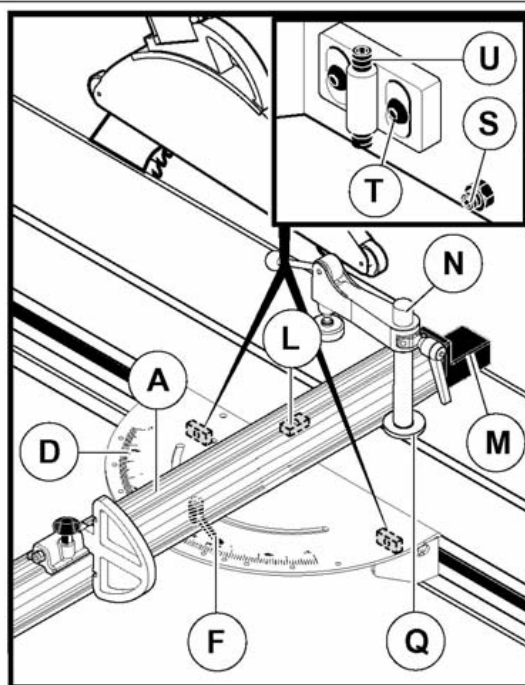

Abb. 4.3-30-1
- 1) Die Säule (N Abb. 4.3-30-1) mit dem Andrücker (E Abb. 4.3-30-1) in die Rille des Schlittenwagens (C Abb. 4.3-30-1) einsetzen.
- 2) Schienengruppe (A Abb. 4.3-30-1) durch Einsetzen der Stelleiste (R Abb. 4.3-30-1) in die Rille des Waggons (C Abb. 4.3-30-1) montieren.
- 3) Die Hebel (G Abb. 4.3-30-1) festziehen.
- 4) Henkel (F Abb. 4.3-30-1) lösen.
- 5) Zeilengruppe im richtigen Abstand vom Sägeblatt positionieren; in 90°-Stellung die Zeilengruppe gegen die Führungsleiste (L Abb. 4.3-30-1) zum Anschlag bringen; die Führungsleiste (L Abb. 4.3-30-1) wurde von unseren Technikern ausgerichtet und dient zum schnellen Positionieren der Zeilengruppe im richtigen Abstand vom Sägeblatt.
- 6) Für die Ausführung von Winkelschnitten das Linienaggregat (A Abb. 4.3-30-1) drehen, dabei ist die Skala (D Abb. 4.3-30-1) Bezugspunkt.
- 7) Blockieren durch Festziehen der Henkel (F Abb. 4.3-30-1).
- 8) Andrücker gegen die Zeilengruppe positionieren und sich vergewissern, dass die Rosette (Q Abb. 4.3-30-1) in die Rille eingeführt ist.
- 9) Säule (N Abb. 4.3-30-1) im Uhrzeigersinn drehen, um diese zu blockieren.
- lockern Sie die Hebel (G Abb. 4.3-30-1);
- betätigen Sie die Madenschrauben (S Abb. 4.3-30-1), um die Parallelität zum Schiebetisch zu regulieren;
- lockern Sie die Schrauben (T Abb. 4.3-30-1) und betätigen Sie die Madenschrauben (U Abb. 4.3-30-1), um die Höhe einzustellen.
Wenn der Splitterschutz (M Abb. 4.3-30-1) abgenutzt ist, diesen an das Sägeblatt annähern, indem man auf die Blockierschrauben wirkt.